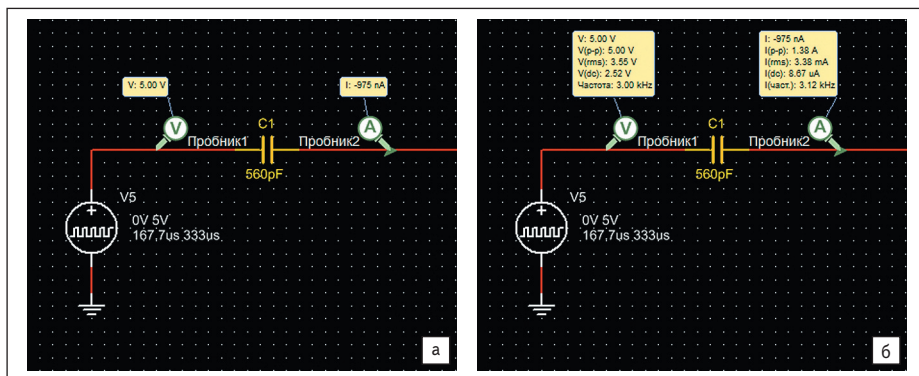

Рис. 10. Результаты измерений, выполненных при помощи пробников напряжения и тока в режиме: а) «Только мгновенные»; б) «Мгновенные и действующие»
- «Только мгновенные» — измерение мгновенных значений (рис. 10а);
- «Мгновенные и действующие» — измерение мгновенных и действующих значений сигналов (рис. 10б).